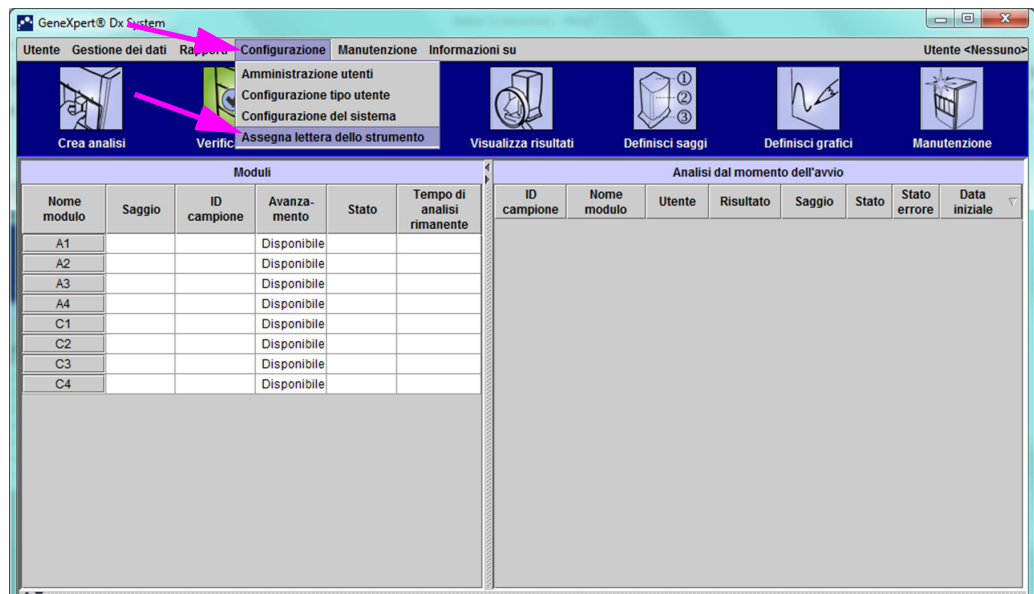
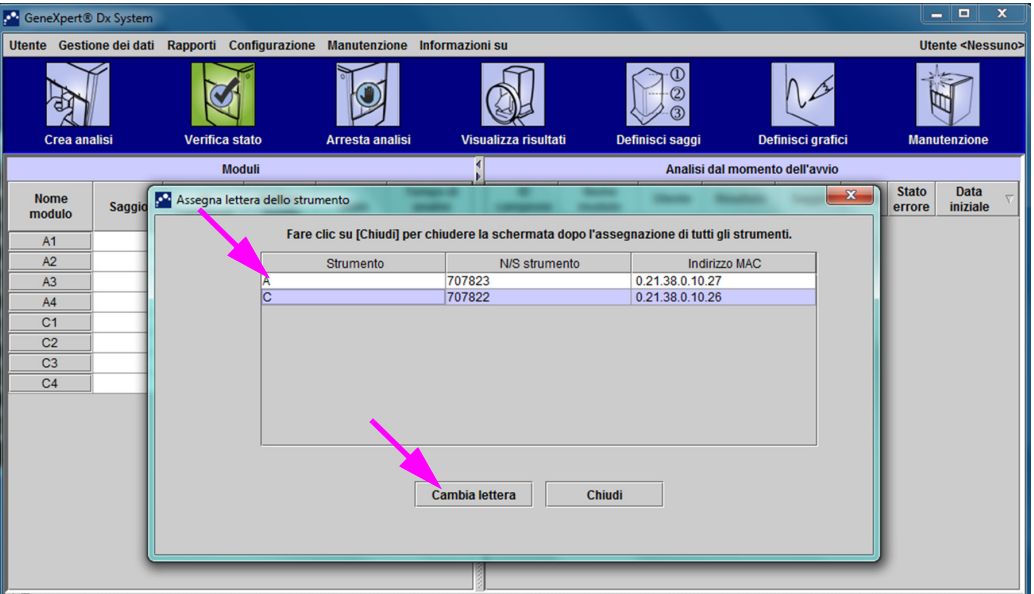

Figura 2-66. Finestra GeneXpert Dx System con il menu a discesa Configurazione
Figura 2-67. Finestra GeneXpert Dx System con la sovrapposizione della finestra di dialogo Assegna lettera dello strumento
3. Per assicurarsi che le lettere assegnate corrispondano allo strumento GeneXpert GX-XVI, fare clic su **Configurazione** nella barra dei menu della finestra GeneXpert Dx System (vedere la Figura 2-66), quindi selezionare **Assegna lettera dello strumento** dal menu a discesa. Viene visualizzata la finestra di dialogo Assegna lettera dello strumento (vedere la Figura 2-67). Gli indicatori LED verdi dei quattro moduli che comprendono il quadrante selezionato lampeggeranno contemporaneamente.
4. Per modificare la lettera assegnata, fare clic per selezionare lo strumento da modificare, quindi fare clic su **Cambia lettera** nella finestra di dialogo Assegna lettera dello strumento (vedere la Figura 2-67).
6. Fare clic su **Chiudi** per chiudere la finestra di dialogo Assegna lettera dello strumento (vedere la Figura 2-67).